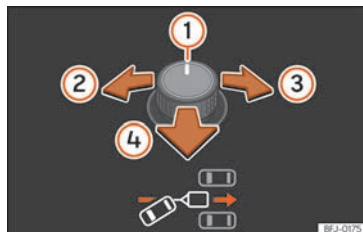
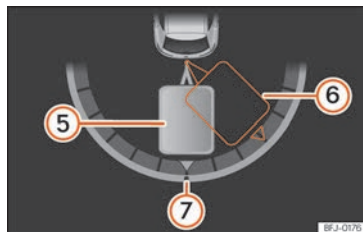

Fig. 149 Mando giratorio de los retrovisores exteriores: ajustar el ángulo del remolque.
Fig. 150 Pantalla del cuadro de instrumentos: dar marcha atrás.
Legenda de la >>> fig. 149 , >>> fig. 150:
- Bascule el mando giratorio hasta alcanzar la dirección deseada >>> fig. 149. En la pantalla del cuadro de instrumentos aparece a modo de orientación una representación del conjunto vehículo tractor y remolque en la posición actual >>> fig. 150.